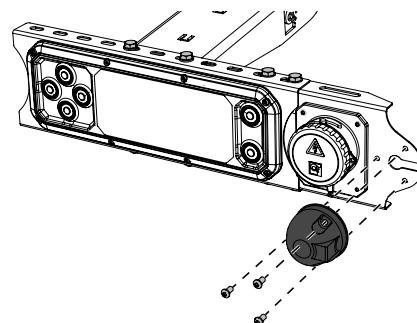

Bild 50. Montering av kontakt för handhållet manöverdon CD 18.
5. Om bakgavellyften ska utrustas med handhållet manöverdon CD 18, montera dess kontakt på fästet, se Bild 50.